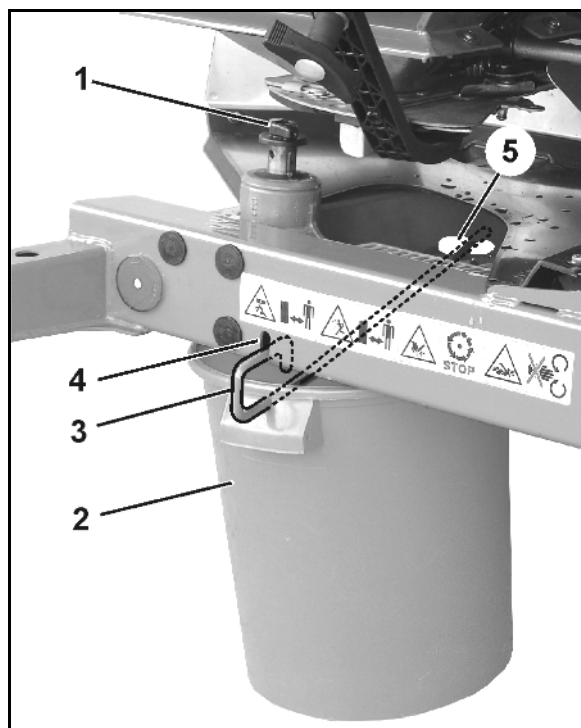

Рис. 56
- 2.1 Викрутіть гвинт-баранець (Рис. 56/1), що утримує розкидний диск, і зніміть розкидний диск з вала редуктора.
3. Встановіть збірну ємність (Рис. 56/2) за допомогою скоби (Рис. 56/3) у гнізда (Рис. 56/4 і Рис. 56/5) на рамі.